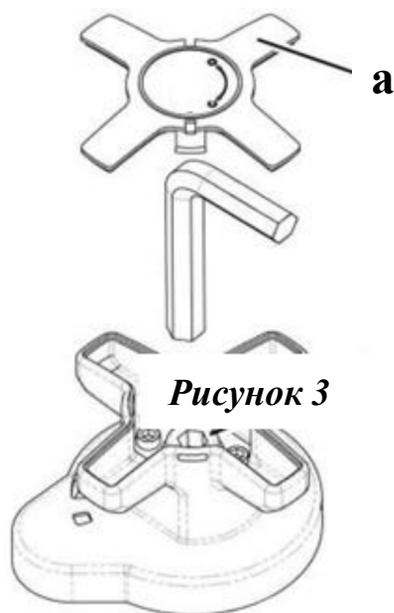

Рисунок 3
- После того, как настройка выставлена, снимите крышку «а» (рис. 3): для этого вставьте отвертку в отверстие и аккуратно отожмите фиксатор.